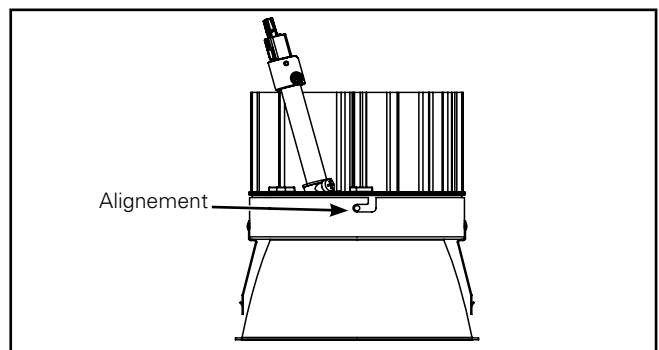

Figure 5.
3. Insérez le moteur lumineux à DEL dans la garniture inférieure. Alignez les trous de vis du moteur lumineux à DEL avec les fentes de vis de la garniture inférieure (Figure 5.).